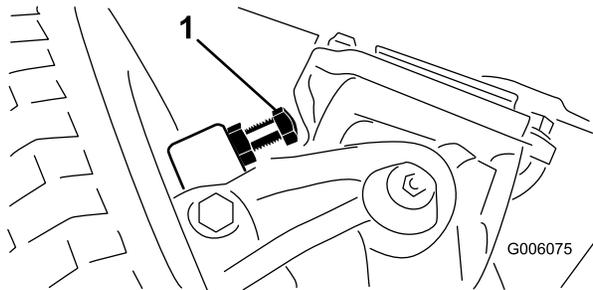

図 60
- ボルトを出し入れして隙間を 2.3 mm に調整する (図 60)。